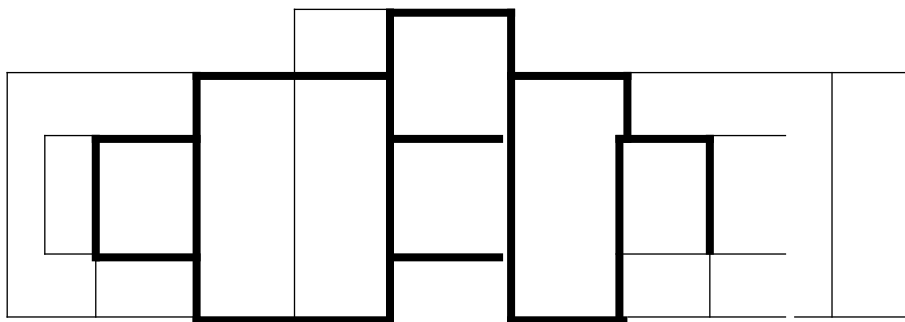

Рисунок 4. Эскиз детали
1. Выполнить эскиз детали (см. рис.4)